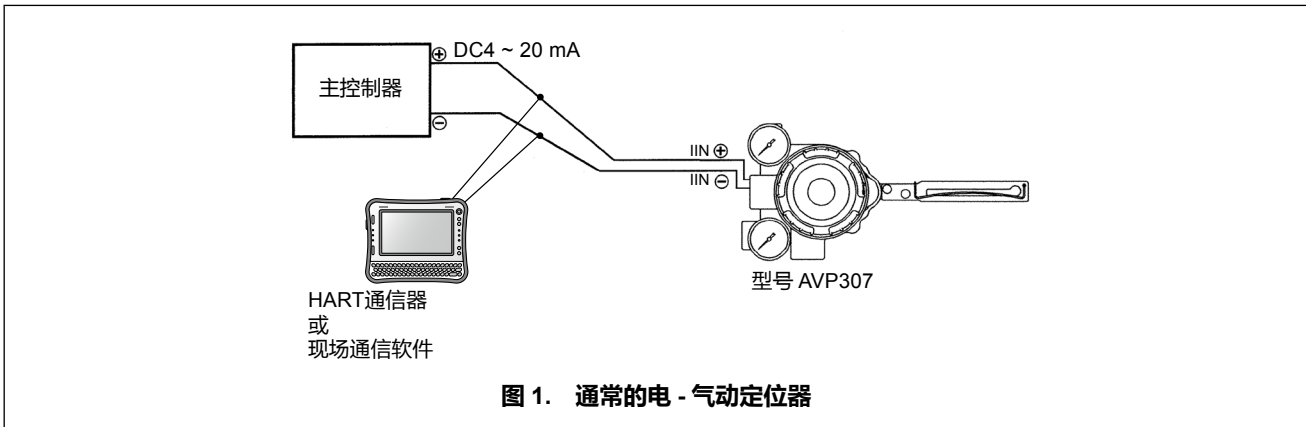
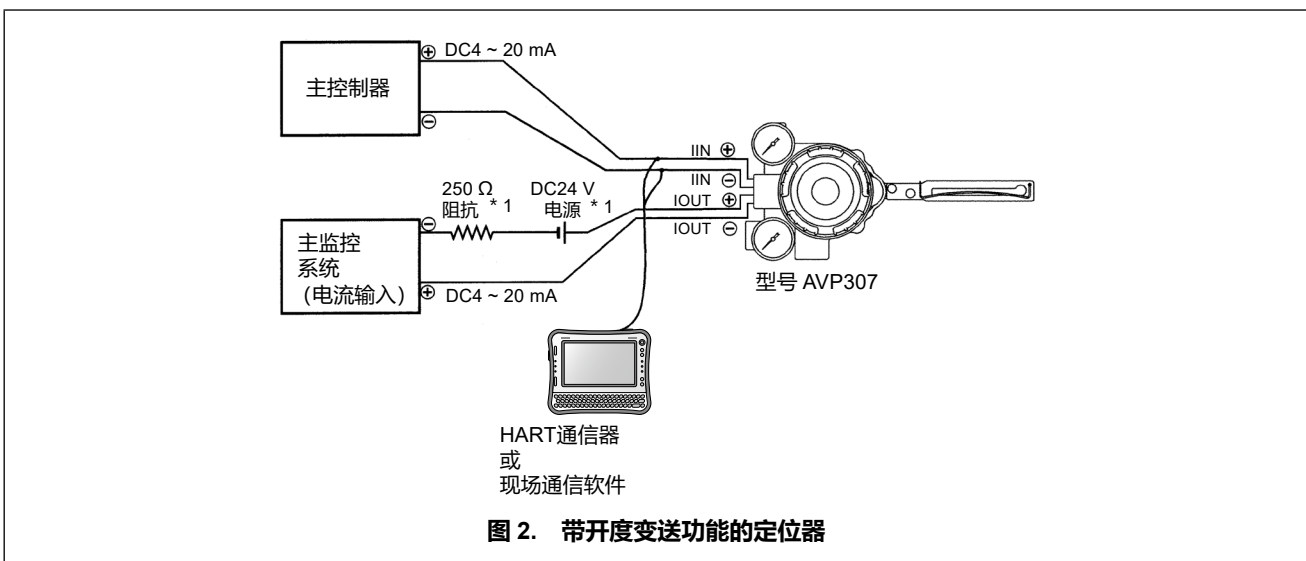

图 1. 通常的电 - 气动定位器
图 2. 带开度变送功能的定位器
接线示意图请参阅以下图 1 和图 2。
*2. 图 2 中主监控系统的输入阻抗与 *1 的阻抗之和